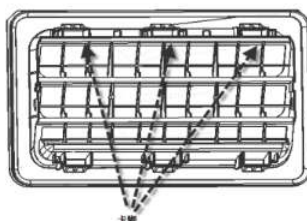

图 2-4-1 后通风口拆卸示意图
(1) 将后通风口总成两侧向外拉出 (远离车身方向), 即可完成后通风口总成的拆卸;
(2) 注意拆卸时, 需从行李箱内侧进行, 将其卡脚 (如图 2-4-1 所示) 悬臂依次摁压脱离钣金, 不可从车外侧强力掰扯产品, 以免产品结构断裂报废。